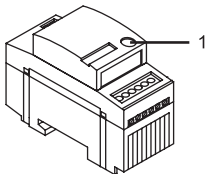

Fig. 5
Podane poniżej funkcje ściemniacza zostają aktywowane na skutek różnych czasów nacisku na nacisk funkcyjny (patrz fig. 5).
- Nastawić żądany poziom jasności przy pomocy gałki obrotowej lub nacisku. Następnie nacisnąć krótko na nacisk funkcyjny (fig. 5).